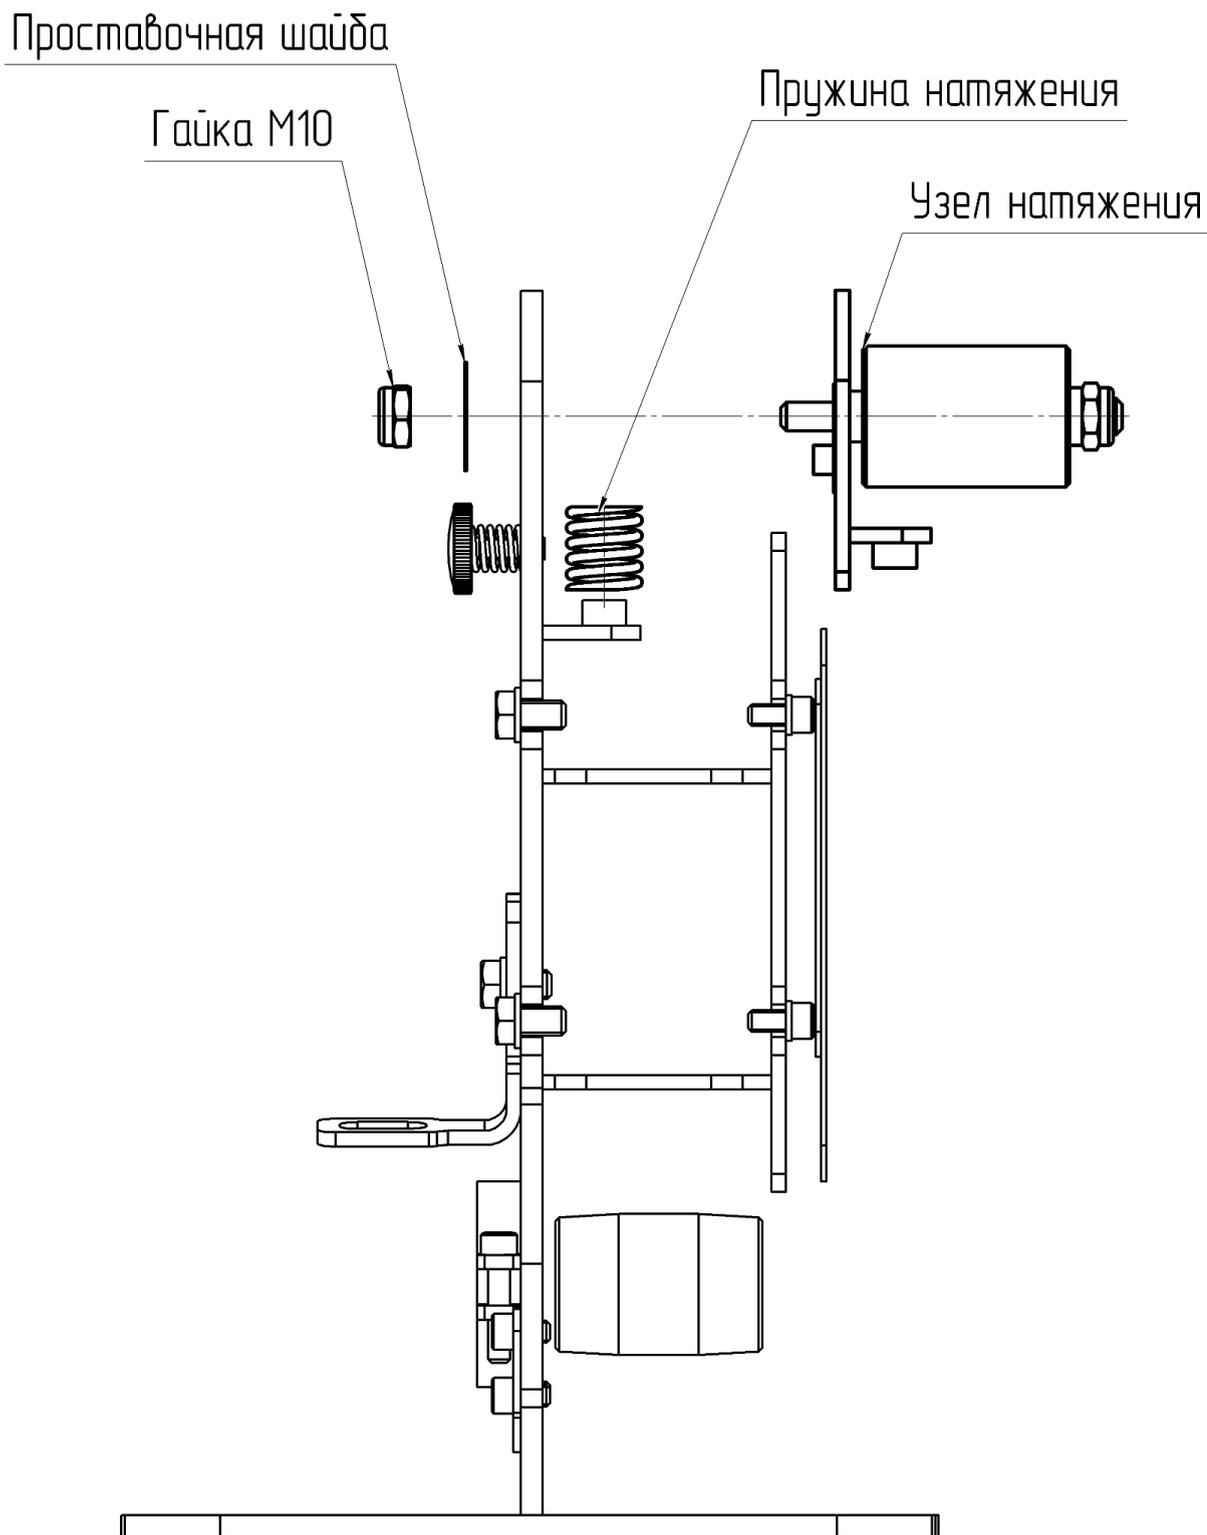

Рисунок 3 — Компановка узла натяжения на гриндере DINO LITE
- при необходимости откорректировать узел натяжения (регулируемый узел) с помощью гайки М10 (рисунок 3)